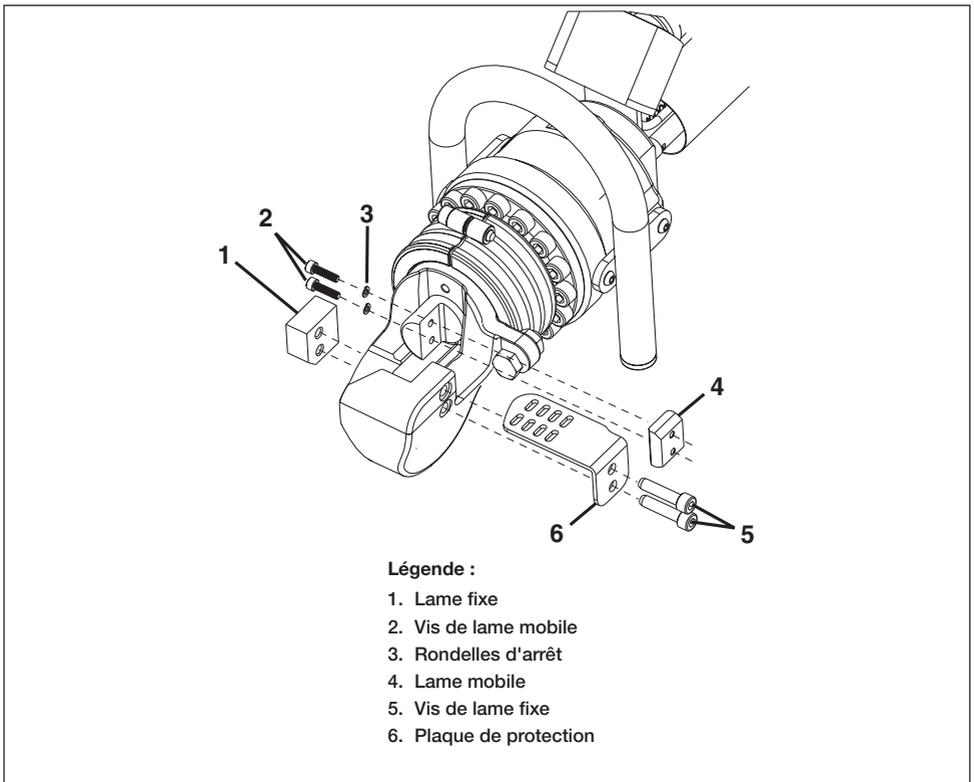

Figure 11, Remplacement de lame
Procédez comme suit pour remplacer la lame fixe. Reportez-vous à la figure 11 et aux éléments 1 et 2.
1. Démarrez la pompe. Mettez le piston en position de « repos (entièrement rentré). Voir la figure 11.
5. Retirez les deux vis de la lame fixe (Figure 11, élément 5) et la plaque de protection (Figure 11, élément 6).
6. Retirez la lame fixe usée (Figure 11, élément 1) et remplacez-la par une neuve.
7. Posez les deux NOUVELLES vis de la lame fixe (Figure 11, élément 5) et la plaque de protection. La nouvelle lame fixe est fournie avec les vis assorties. Couple de serrage de 25 Nm [18 ft-lb]. Appliquez également de la Loctite 243 ou un produit équivalent.
1. Démarrez la pompe. Mettez le piston suffisamment en extension pour pouvoir accéder aux vis de la lame mobile. Voir la figure 11.
4. Dévissez et retirez les deux vis de la lame mobile (Figure 11, élément 2) et les rondelles d'arrêt (Figure 11, élément 3) du côté de la cisaille.
5. Retirez la lame mobile usée (Figure 11, élément 4).
6. Posez la nouvelle lame mobile (Figure 11, élément 4).
7. Posez les vis de la lame mobiles (Figure 11, élément 2) et serrez-les à un couple de 6 Nm [53 in-lb]. Appliquez de la Loctite 243 ou un produit équivalent.